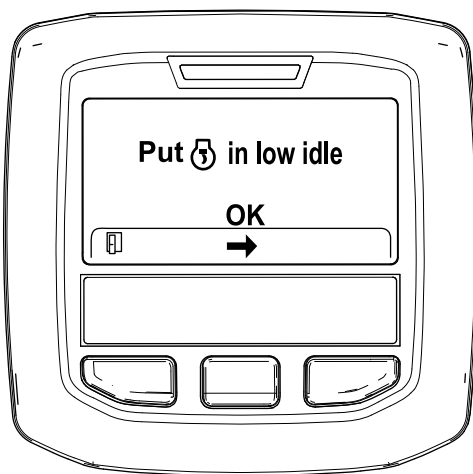

Figura 47
6. Spostate il comando dell'acceleratore in posizione di MINIMA INFERIORE e premete il pulsante centrale (Figura 47).